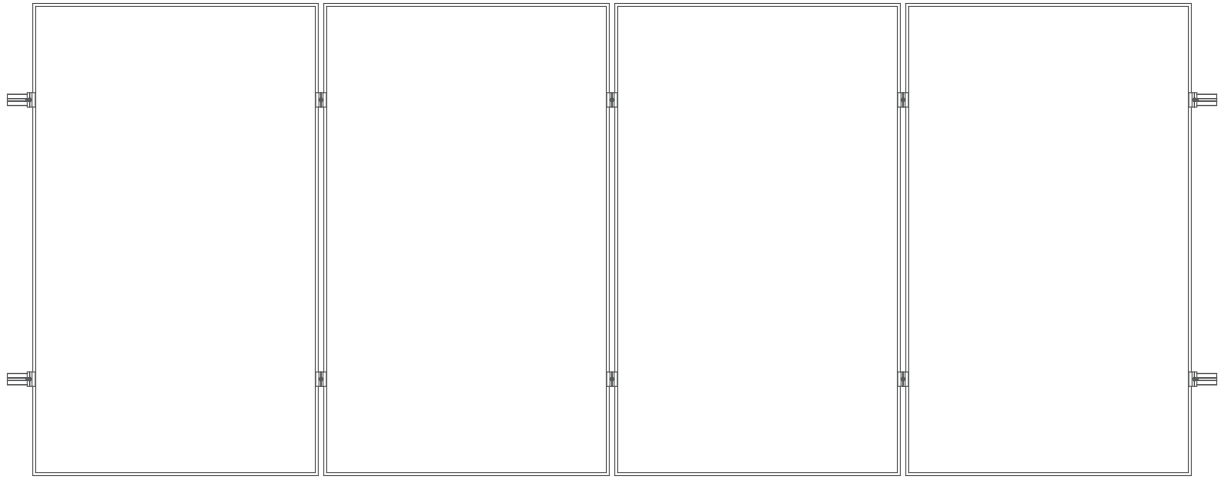
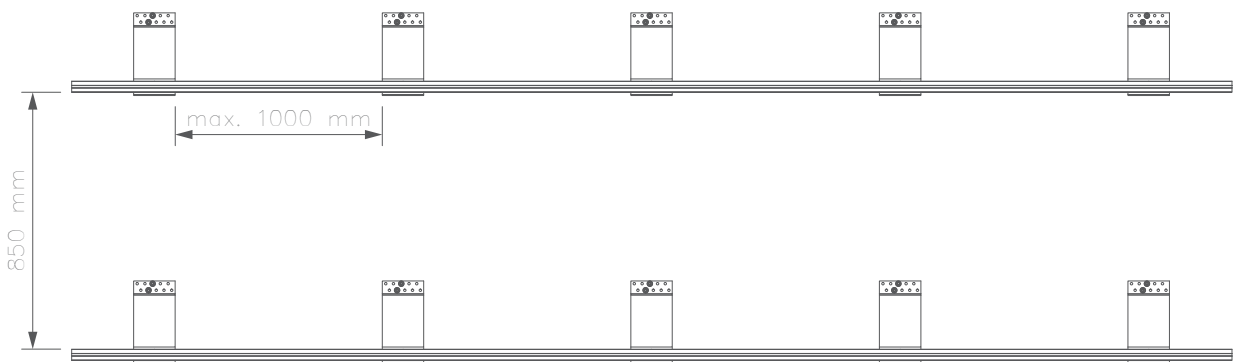

Abb. 1. Modulplatzierungsplan
Abb. 2. Anordnung der Montageschienen mit Dachbefestigung
- 1 Vor dem Montieren muss man die Verteilungsplan der Module auf dem Dach festlegen (Abb. 1). Das ist die Grundlage für die Verteilung der Montageschienen mit allen Zubehörteilen (Abb. 2).